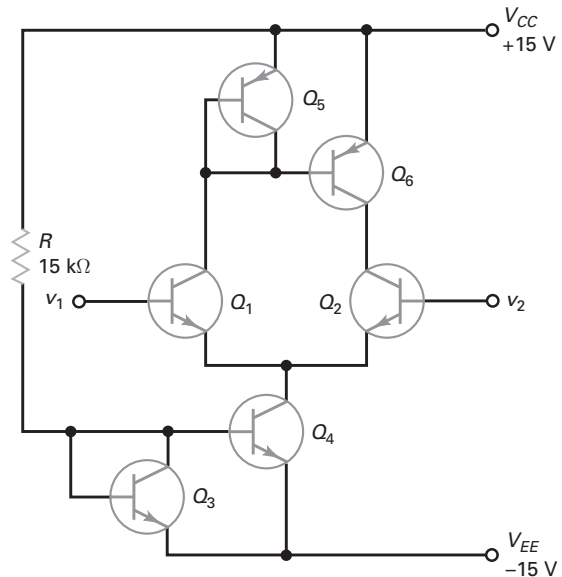

Figura 15-38
- 15-22** Na Figura 15-38, os transistores Q_3 e Q_5 são conectados para atuarem como diodos de compensação para Q_4 e Q_6 . Qual a corrente de cauda? Qual a corrente na carga ativa?
- 15-23** O resistor de 15 k Ω da Figura 15-38 é substituído para se obter uma corrente de 15 μ A. Qual é o novo valor desse resistor?